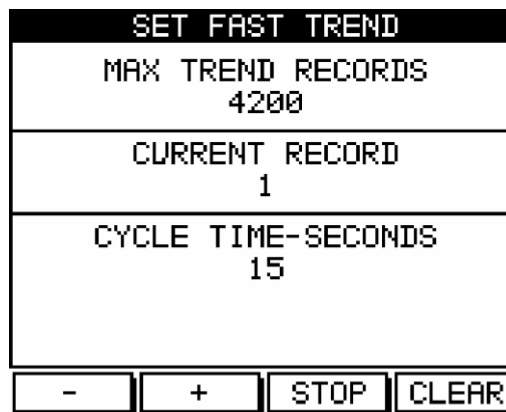

Рис. 8.5
7. **Set Fast Trend:** создание отчета по трендам (рис. 8.5):